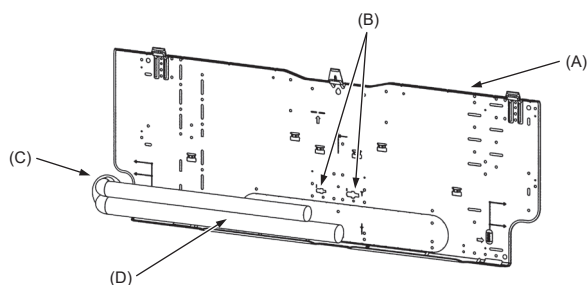

Fig. 3-5
3.3. Quando incorporar os tubos na parede (Fig. 3-5)
- (A) Placa de montagem (1)
- (B) Marcação de referência para ligação de afunilamento
- (C) Através do furo
- (D) Tubagem no local